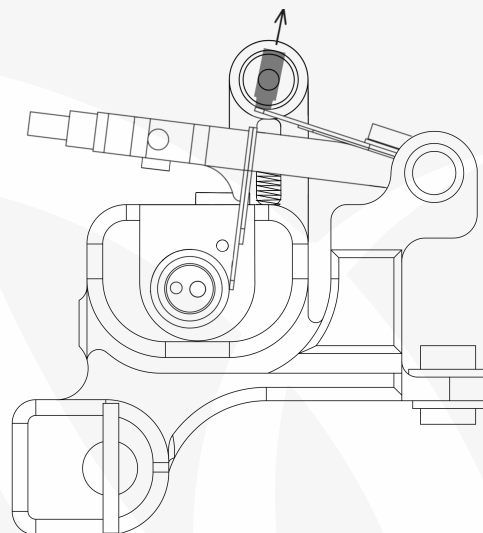

Fig 2: Ajustement initial de la course (4.5mm) avec la vis de contact complètement rétractée
- Pour régler la **course** à sa position maximale (**4,5mm**), **rétractez la vis de contact**(6) complètement vers le haut, jusqu'à sa dernière position de contact avec le **ressort supérieur**(8). (Fig. 2)